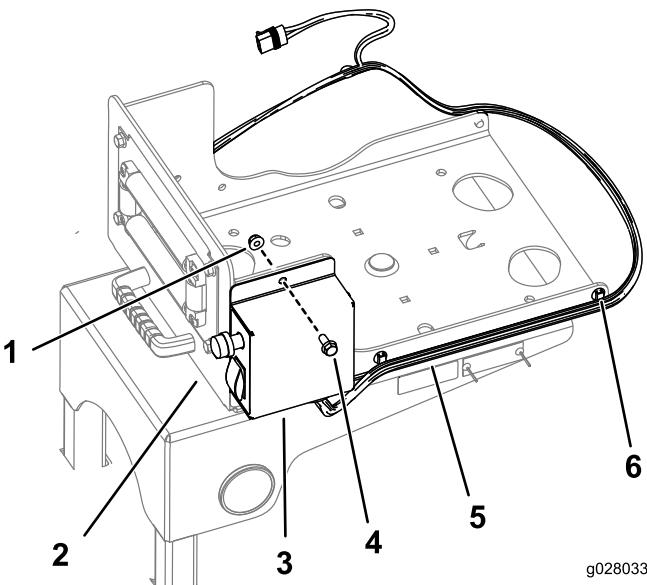

図 21
3. 図 21のように、スイッチボックスをスイベルプレートに取り付けるボルト 5/16 -18 x 1/4" 2本とフランジナット 5/16-18" 2個を使用する。
4. ワイヤハーネスを、スイベルプレートの側部に固定する既存のクリップを使用する図 21。